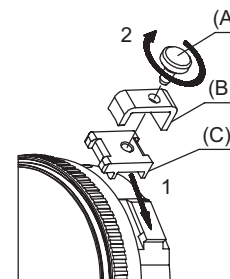

Fig. 4
- Inserindo/Removendo a trava da tampa como mostra a figura a direita (Fig.4)
- 1. Insira o suporte da trava (C) no encaixe rabo-de-andorinha.
- 2. Posicione a placa (B) e fixe com o parafuso (A). Fique atento pois o parafuso de fixação pode ser perdido devido a queda, vibrações, etc., quando o relógio comparador for utilizado na horizontal.